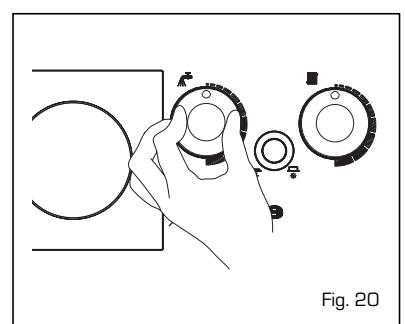

Fig. 20
- De temperatuur van het sanitaire water geregeld worden door aan de knop van de aquastaat te draaien (fig. 20).